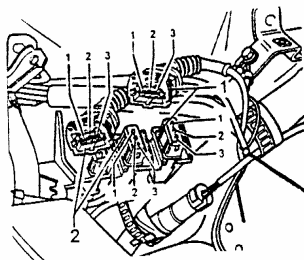

图 3-36 拔下爆震传感器的三针插头
(1) 拔下爆震传感器 1 (G61) 或爆震传感器 2 (G66) 的三针插头，如图 3-36 所示。